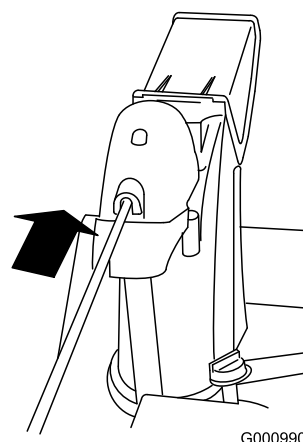

Figure 15
4. Insérez l'avant de la tige dans l'ouverture au dos du couvercle du secteur denté de l'éjecteur jusqu'à ce qu'il glisse dans le secteur denté (Figure 15).